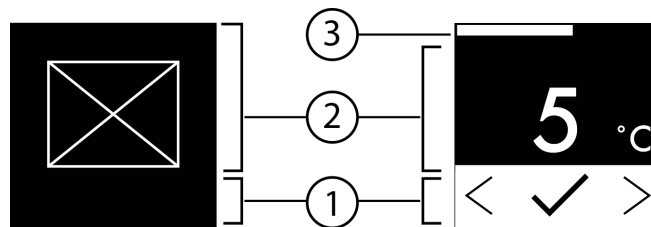

Fig. 6
- ▷ Status: aktiviert *Fig. 6 (1)* erscheint kurz im Untermenü *()*.